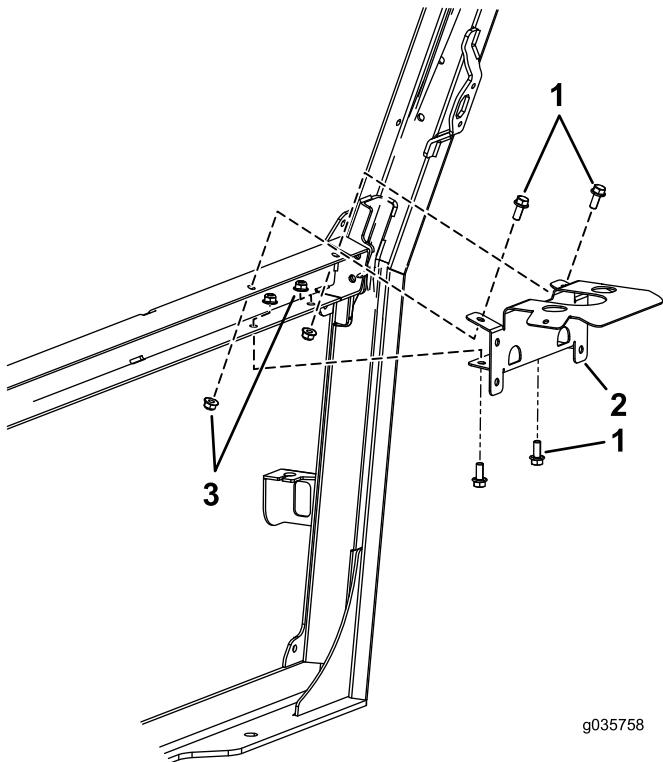

図 6
1. ブラケットをフレームに固定するボルト5/16 x 3/4 インチ4本、フランジナット5/16 インチ4個を使用して 図 6のよう取り付ける。